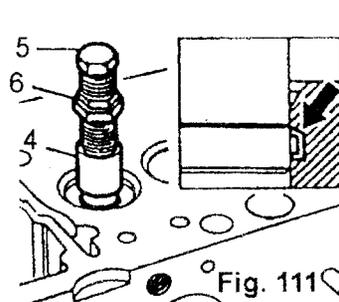

Fig. 111
Insertar la culata de tensión (4) y extender la cuña (flecha) haciendo girar el perno (5). Cerrar el perno (5) con la tuerca (6) (Fig. 111).